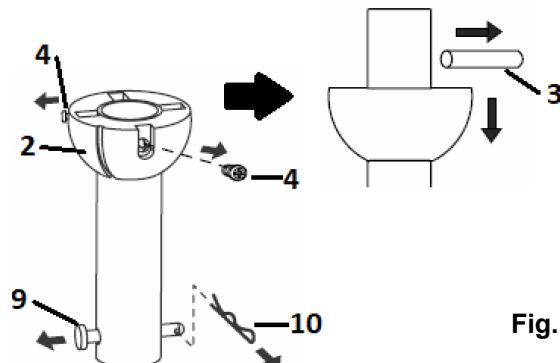

Fig. 4.1
1. Enlevez la rotule (2) et la cheville (3) de la tige descendante (6) en dévissant les vis de réglage (4). Enlevez la goupille de sécurité (9) en enlevant le clip de verrouillage (10). **REMARQUE : Gardez ces pièces, elles seront nécessaires pour le remontage ultérieur.** (Fig. 4.1)